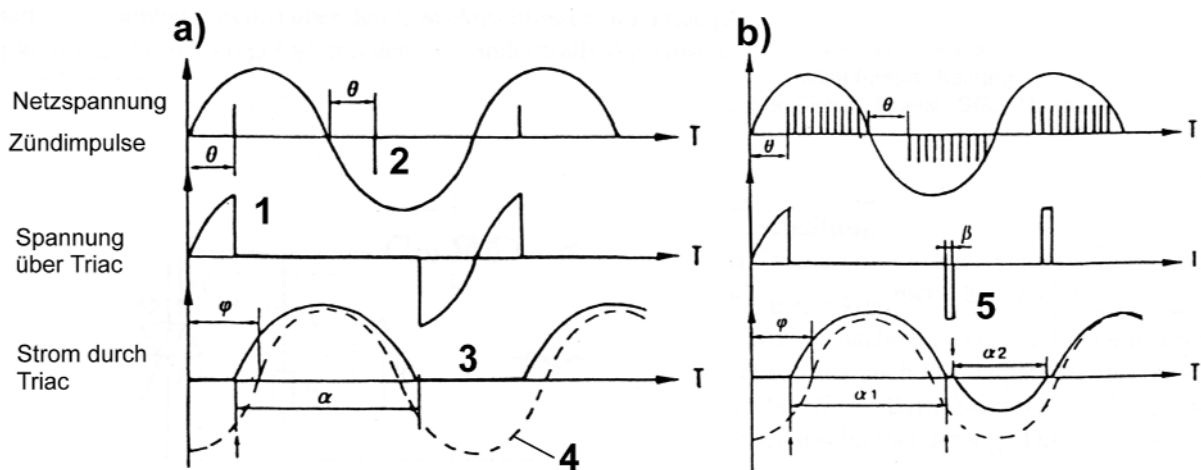

Abbildung 11.2.53 Triac und induktive Last. a) Triac zündet jeweils nur in einer Halbwelle; b) Abhilfe durch Impulspaketansteuerung (nach: SGS-Thomson)
*) Vorsicht bei induktiver Last: der Mikrocontroller sieht den Nulldurchgang der Spannung. Der Nulldurchgang des Stroms ist aber dazu phasenverschoben (bis zu 90° (ideale Induktivität) nacheilend). Vgl. auch Abbildung 11.2.53 (S. 52). Der extreme (aber teure) Ausweg: denn Nulldurchgang des Stromes direkt (z. B. mittels Stromsensor) erkennen.
Ein Ausweg: *Impulspaketansteuerung*. Das Gate des Triac erhält nicht nur einen Impuls, sondern eine Impulsfolge zugeführt, so daß irgendeiner der Impulse das Triac garantiert erneut zünden wird. Man erhält zwar so auch keinen perfekt symmetrischen Wechselstrom durch die induktive Last, aber der Gleichstromanteil ist so gering, daß er praktisch keine Rolle spielt. Abbildung 11.2.53 veranschaulicht Problem und Lösung.
Erklärung zu Abbildung 11.2.53: